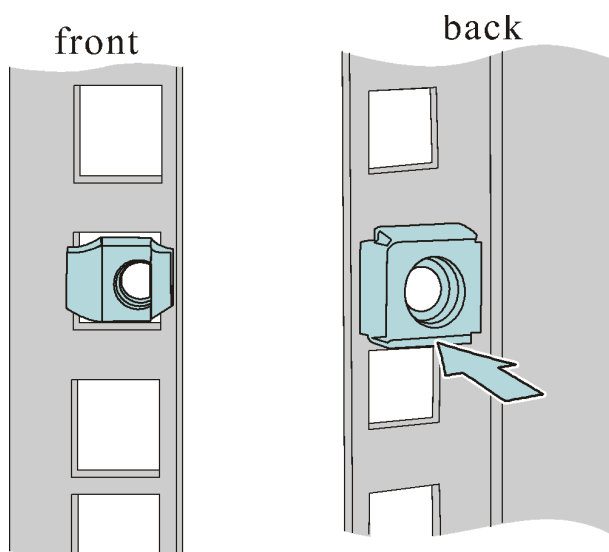

Figura 8 - Instale a porca flutuante
Passo 3: Instale as porcas flutuantes nas posições marcadas, conforme mostrado na Figura 8.